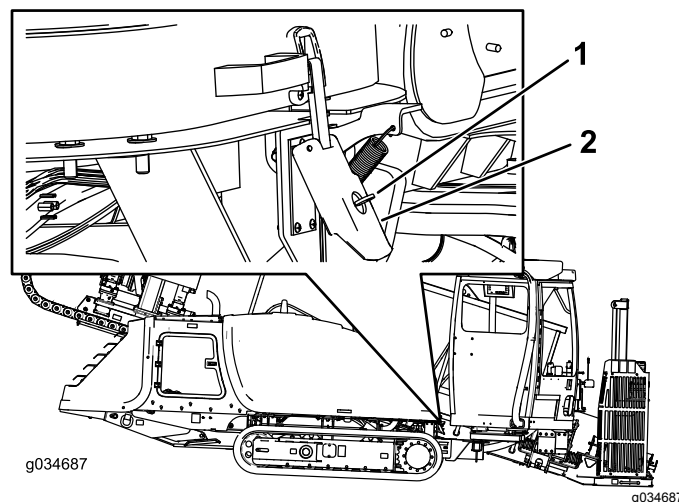

Рисунок 69
2. Поднимите защелку, как показано на Рисунок 69.
Примечание: Убедитесь, что ключ находится в ОТКРЫТОМ (горизонтальном) положении, как показано на Рисунок 69.